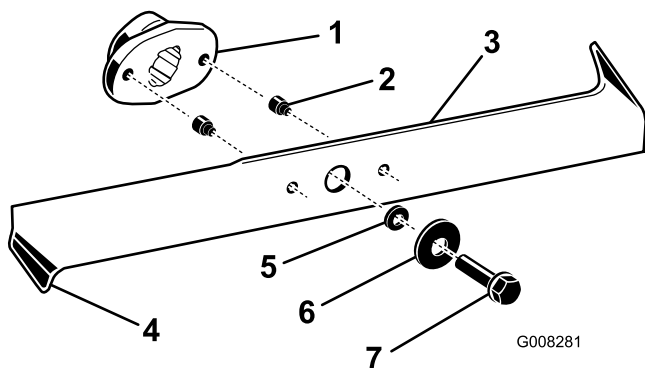

Bild 39
2. Untersuchen Sie die Schnittkanten (Bild 39). Bauen Sie die Schnittmesser aus und schärfen sie, wenn die Kanten nicht scharf sind oder Kerben aufweisen; siehe Schärfen der Messer“.
4. Ersetzen Sie die Scherbolzen sofort, wenn Sie gebrochen sind (Bild 39).
3. Entfernen Sie die Messerschrauben, Scheiben und Messer (Bild 39). Sie können einen Holzklötzchen zwischen das Schnittmesser und das Mähwerk keilen, um das Schnittmesser beim Entfernen der Schraube zu blockieren.
3. Prüfen Sie die Schnittmesser, insbesondere die gebogenen Kanten (Bild 39). Montieren Sie neue
1. Montieren Sie die Schnittmesser, Scheiben und Messerschrauben (Bild 39).